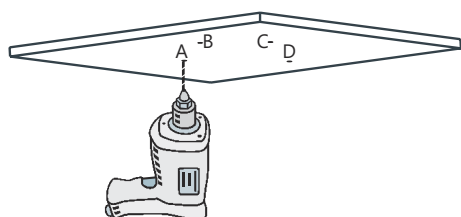

Fig. 7
1. ➔ Bor huller ud til felterne A, B, C og D med Ø10 mm. bor(Fig. 7)